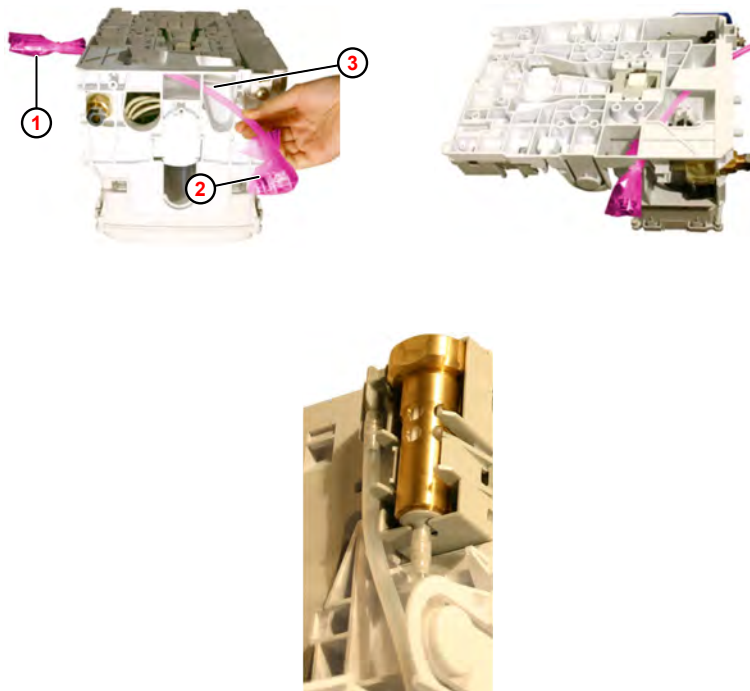

Abb. 20: Montage Wasserleitung
1. ➤ Wasserschlauch (Abb. 20 , ①) von unten durch die Öffnung ③ in der Gehäuserückwand einführen.
4. ➤ Schutzverpackung beider Anschlussnippel ② entfernen.